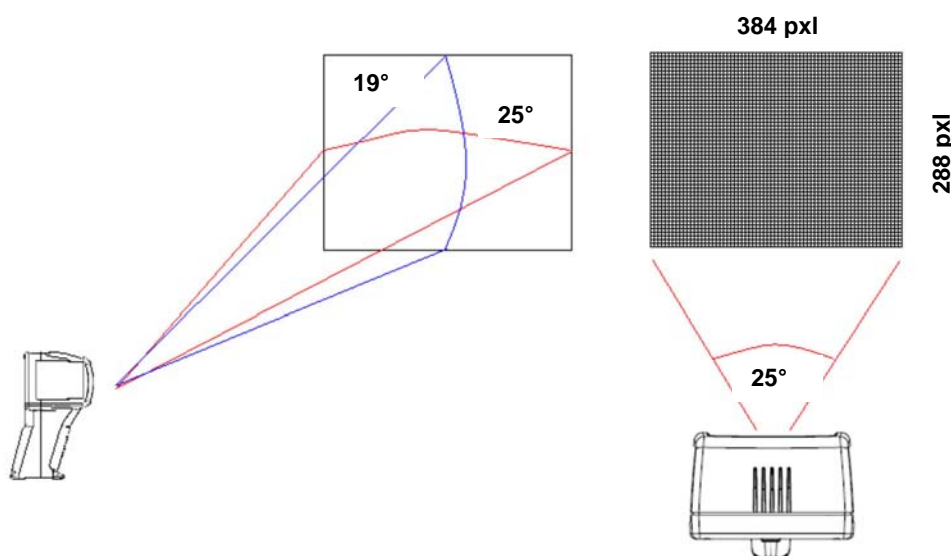

Abb. 71: Darstellung des Sichtfeldes (FOV) des Geräts
4. Für genaue Temperaturmessungen, stellen Sie sicher, dass die Oberfläche des gemessenen Gegenstands immer größer ist, als die messbare Oberfläche, die durch das Sichtfeld (FOV) des Geräts gegeben ist. Das Gerät hat ein Sichtfeld von  $25^\circ \times 19^\circ$  und eine Auflösung von  $384 \times 288$  (110592) pxl (siehe Abb. 71).